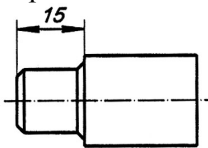

Рисунок 5.12 -
5) таким же способом відредагуйте верхню утворюючу циліндра (рис. 5.12);